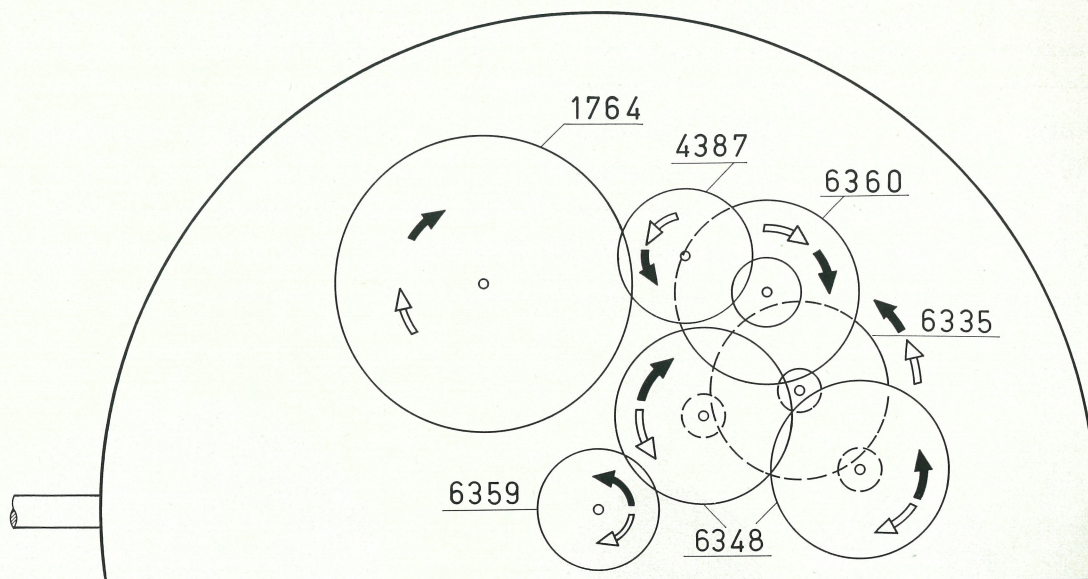

Fig. 2
b) Fonctionnement (Fig. 2)
La roue de masse oscillante (6359), solidaire de la masse oscillante (rotor), transmet son mouvement au premier embrayage (6348) qui entraîne le deuxième embrayage (6348); le mobile de réduction (6335) engrène simultanément avec les pignons des deux embrayages et transmet le mouvement au mobile intermédiaire de réduction (6360), qui entraîne le renvoi entraîneur de rochet (4387) engrenant finalement avec le rochet (1764). Les flèches blanches et noires de la figure 2 indiquent le remontage dans l'un et l'autre sens. Les deux embrayages (6348) sont identiques, du type «embrayage à roue libre autobloquant» contenant chacun 5 billes de précision en rubis, ils ont l'avantage de ne provoquer qu'un frottement minimum, tout en assurant un fonctionnement irréprochable (fig.6)
b) Functioning (Fig. 2)
The black and white arrows in Fig.2 show the motion of the parts for each rotational direction of the oscillating weight.
b) Funktion (Fig. 2)